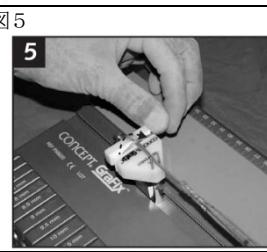

図5
- a. コアリングリーマーはアダプターから1-2 threadsのみ出して完全に取り外さず、レンチを外す（図5参照）。
- b. アダプターの位置を確認してコアリングリーマーを回収チューブに再び差し込む（図5参照）。
- c. 回収チューブをしっかりと握り、アダプターからコアリングリーマーを外す（図5参照）。
7. 縫合糸の固定がさらに必要な場合は、図のようにクランプを通して縫合糸をもう一回巻き付ける（図5参照）。